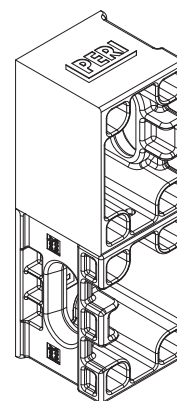

Fig. B5.09c
- Cale de compensation de 10 cm (Fig. B5.09c)